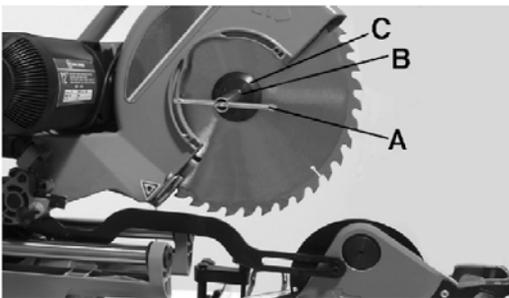

Abb. 16: Sägeblatt abschrauben
Schritt 5: Drehen Sie mit dem Steckschlüssel (A, Abb. 16) die Befestigungsschraube B für das Sägeblatt in Uhrzeigerrichtung heraus und entnehmen Sie den Spannflansch C.